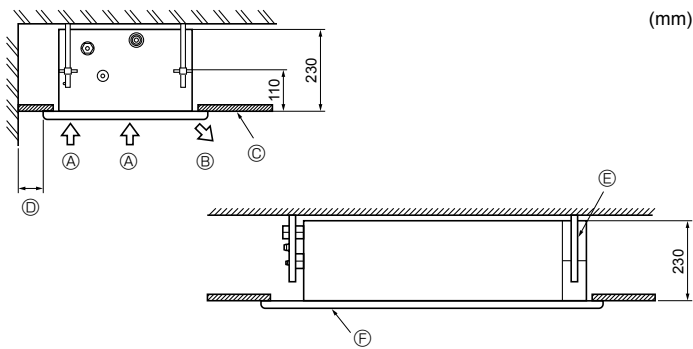

Fig. 2-2
2.2. Espacio de servicio (Fig. 2-2)